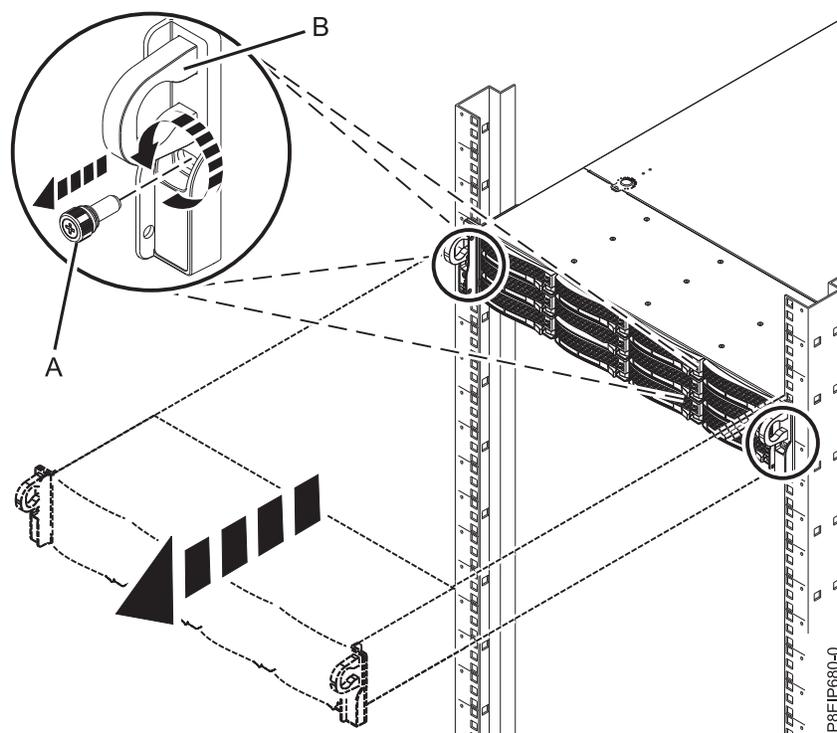

Figure 74. Retrait des vis avant et retrait du système de l'armoire
3. Retirez les vis avant (A) qui fixent le système à l'armoire des deux côtés du système, comme indiqué dans la figure 74.